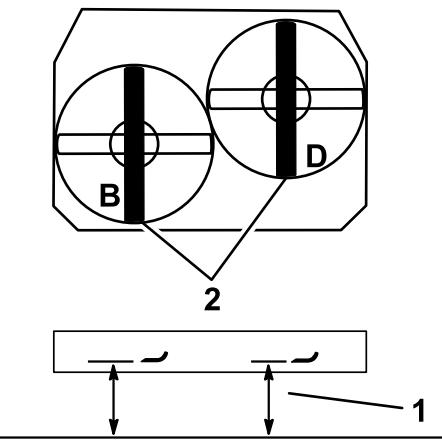

Figura 81
- Mida la cuchilla izquierda en la posición **B** desde una superficie nivelada hasta el filo de corte de la punta de la cuchilla, y anote esta medida (Figura 81).
- Mida la cuchilla derecha en la posición **D** desde una superficie nivelada hasta el filo de corte de la punta de la cuchilla, y anote esta medida (Figura 81).
Nota: La medida de la posición **B** no debe variar en más de 3 mm de la medida de la posición **D** (Figura 81). Si no es correcta la distancia, continúe con los pasos siguientes.